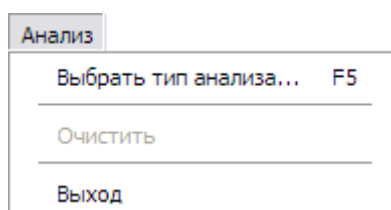

Рис. 21.88
- В меню **Анализ** выберите команду **Выбрать тип анализа... F5** (Рис. 21.88).